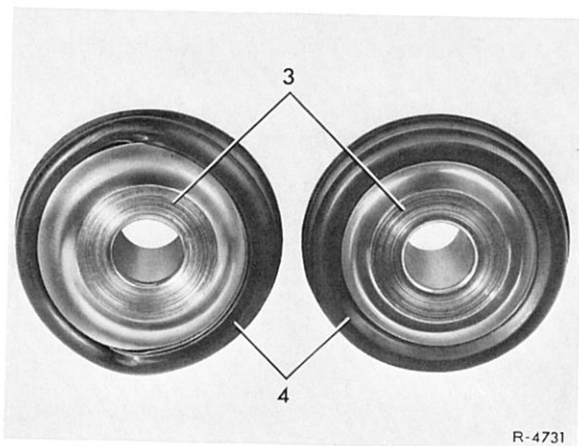

Bild 33–8/8
11 Gleitflächen „a“ der Gummi-Gleitlager mit dem vorgeschriebenen Schmiermittel (siehe Arb.-Nr. 33–0) versehen. Hierzu jeweils Innenbüchse herausziehen (Bild 33–8/6).
12 Nach dem Eindrücken der Büchse (3) auf den richtigen Sitz der Dichtlippe (4) achten (Bild 33–8/8).